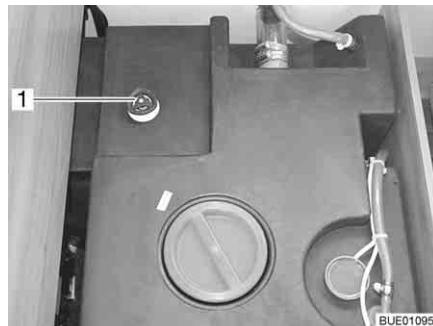

Bild 206 Wassertank mit Drehgriff
- Auf dem Wassertank den Drehgriff (Bild 206,1) entgegen dem Uhrzeigersinn über den Widerstand hinaus bis zum Anschlag drehen, um die Ablauföffnung vollständig zu öffnen.